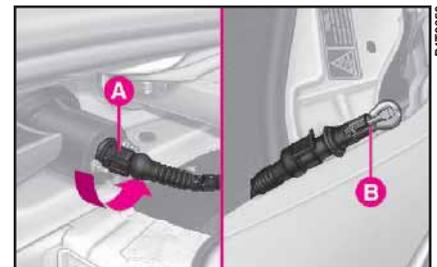

fig. 28
- 1) Ruotare in senso antiorario il portalampana **A** (fig. 28) e sfilarlo.